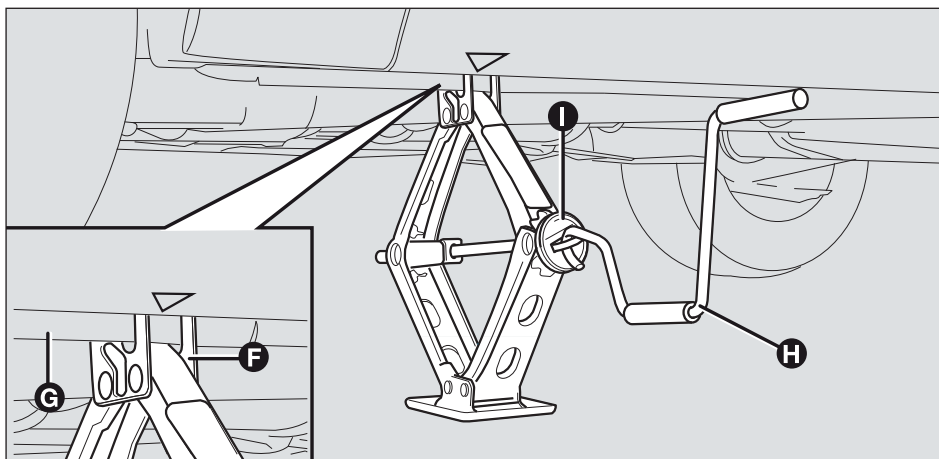

fig. 124
- ☐ asegúrese de que la ranura F-fig. 124 del gato calce bien en la aleta G del laguero;